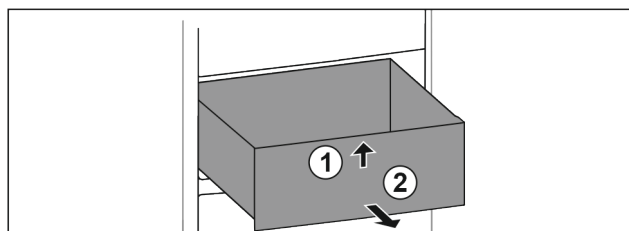

Fig. 66
- ▶ Schubfach vorne anheben. Fig. 66 (1)
- ▶ Schubfach nach vorne entnehmen. Fig. 66 (2)